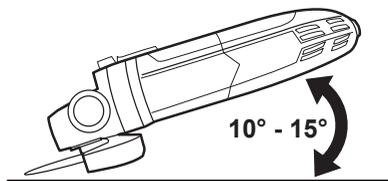

Fig. 18
1. Vire o produto a um ângulo entre 10° e 15° para fácil manuseamento e resultados suaves ao rebarbar (Fig. 18).